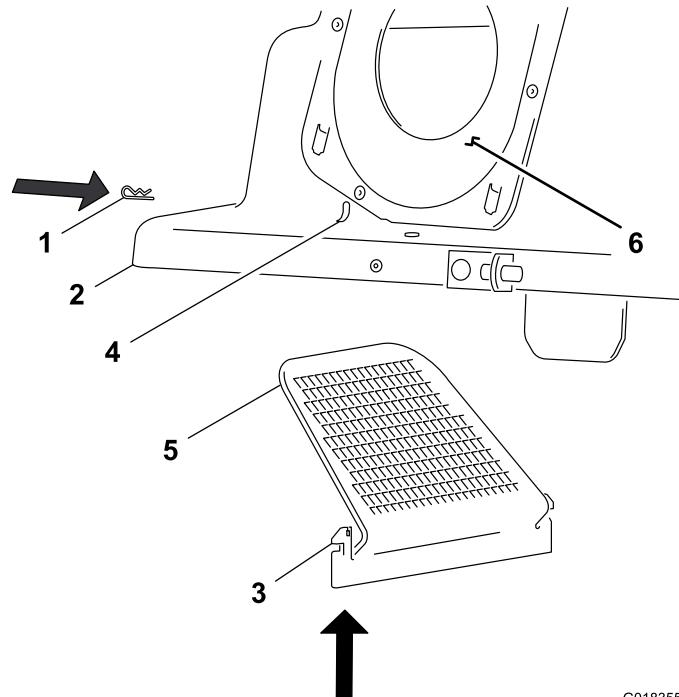

Bild 13
2. Ermitteln Sie die Ablenkblechschlitzte in den vorderen und hinteren Seitenwänden der Abdeckung des Heckfangsystems und die Befestigungslaschen am Abdeckungsablenkblech (Bild 13).
3. Positionieren Sie die Abdeckung so, dass die Kanaldichtung an der linken Seite ist, wie in Bild 13 dargestellt.
4. Flüchten Sie das Ablenkblech so aus, dass der Gitterbereich nach oben und nach links abgewinkelt ist (Bild 13).
5. Setzen Sie das Ablenkblech von unten in die Abdeckung ein (Bild 13).
6. Flüchten Sie die Befestigungslaschen des Ablenkblechs mit den Ablenkblechschlitten in der Abdeckung aus und drücken Sie die Laschen nach oben und durch die Schlitze (Bild 13).